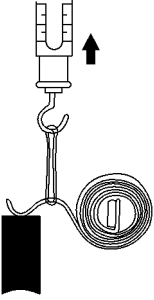

图 6-17 检查电刷弹簧
(2) 检查电刷弹簧。使用拉力称检查电刷弹簧负载，在电刷弹簧脱开电刷的瞬间，读取其读数，如图 6-17 所示。